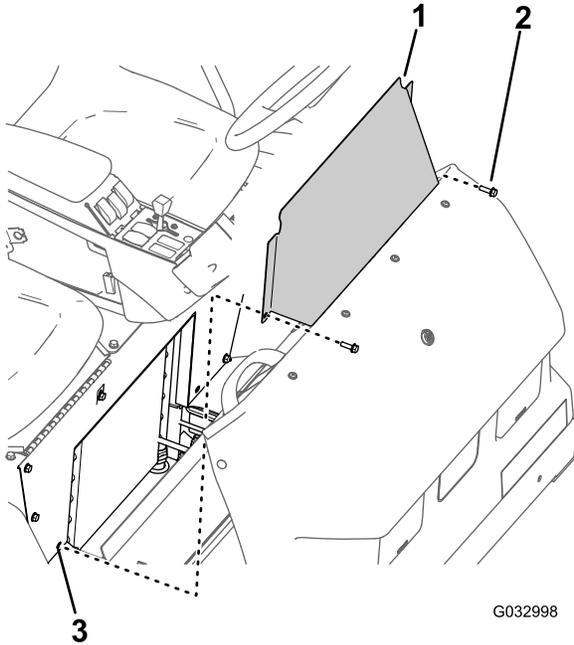

Figure 61
1. Retirez les 2 boulons à embase qui fixent le panneau d'accès à la base du siège (Figure 61).
2. Déposez de la machine le panneau d'accès de la base du siège (Figure 61).
1. Alignez les trous du panneau d'accès et les trous dans la base du siège (Figure 61).
2. Fixez le panneau d'accès à la base du siège au moyen des 2 boulons à embase (Figure 61) retirés à l'opération 1 de Dépose du panneau d'accès de la base du siège (page 55).